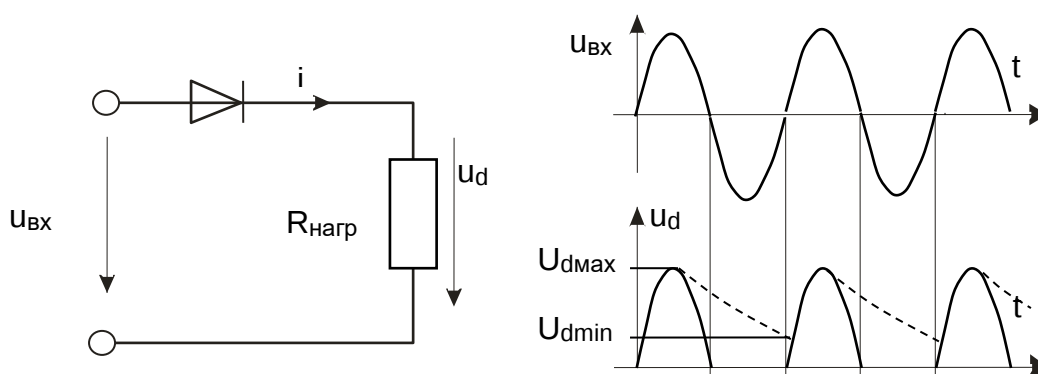

Рис. 6.1. Однополупериодная схема выпрямления
В цепи с полупроводниковым диодом (рис. 6.1) установившийся ток может протекать только при определенной полярности приложенного к диоду напряжения. При изменении полярности напряжения диод запирается и ток прекращается. В результате при синусоидальном приложенном напряжении $u_{вх}$ в нагрузке протекает пульсирующий ток одного направления. Такую же форму имеет и выпрямленное напряжение на нагрузке u_d . Для уменьшения пульсаций выпрямленного напряжения применяются сглаживающие фильтры. Простейшим фильтром является конденсатор, подключенный параллельно нагрузке. Тогда при открытом состоянии диода конденсатор заряжается, а при закрытом – разряжается на нагрузку. Ток и напряжение на нагрузке становятся непрерывными, пульсации уменьшаются, и увеличивается среднее значение напряжения на нагрузке. Кривая $u_d(t)$ для этого случая показана на рис. 6.1 пунктиром.
- $U_{\text{max}\sim}$ — амплитуда переменной составляющей выпрямленного напряжения, которая в первом приближении может быть определена из графика (рис. 6.1):